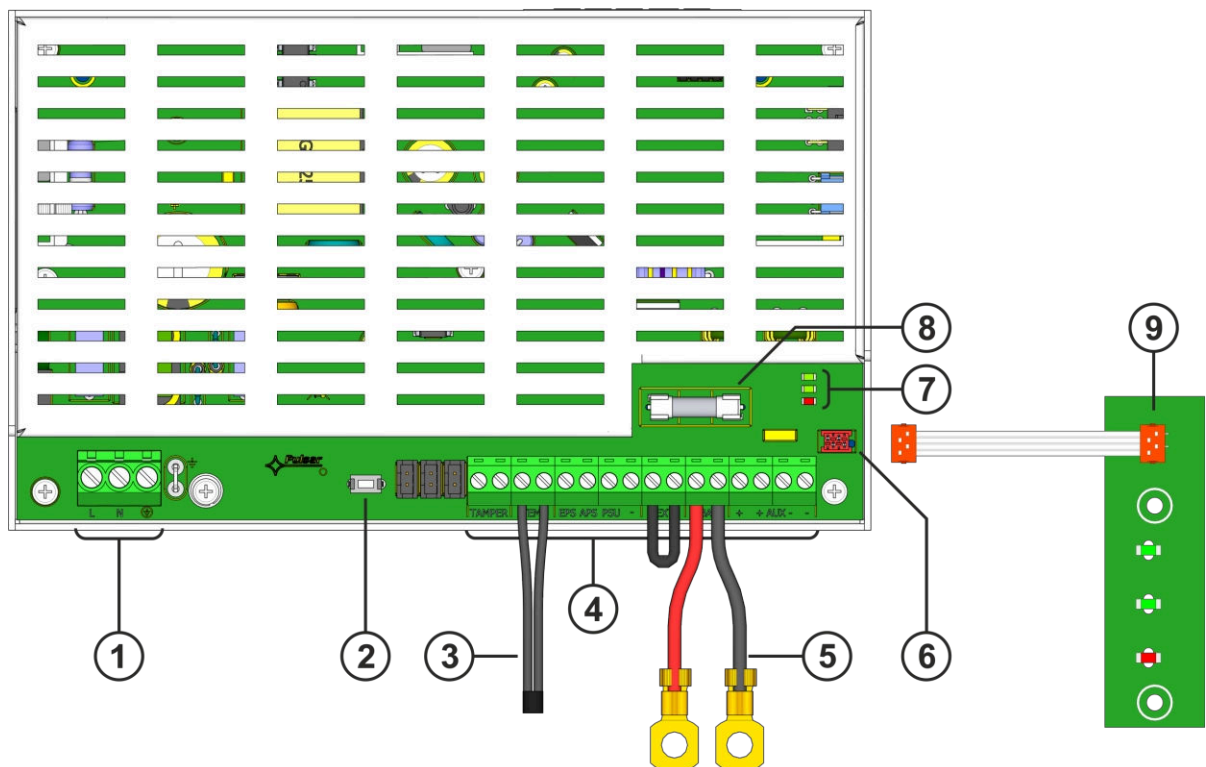

Fig. 2. Module PSU.
Tableau 1. Éléments du circuit imprimé de la PSU (Fig. 2).
6. Visser les bornes du capteur de température aux bornes "Temp" du bloc d'alimentation (figure 2, point 3). Fixer le capteur à la batterie, par exemple avec du ruban adhésif. Pour la version 27,6 V, il est recommandé de placer le capteur entre les piles. En option, vous pouvez installer un module de signalisation supplémentaire PKAZ168 (chapitre 4.3).